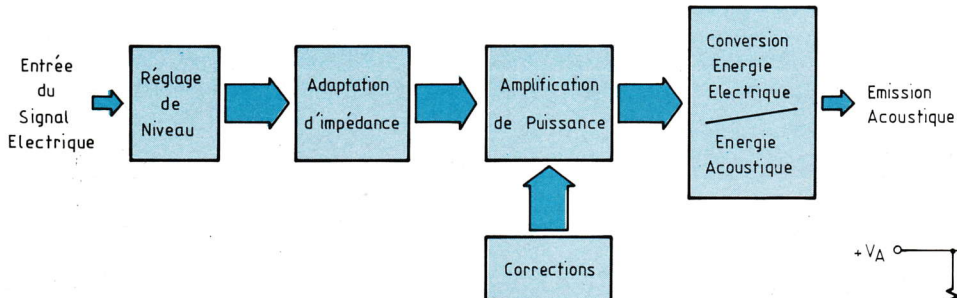

Fig. 1 : Synoptique de l'ampli-Combo.
- l'alimentation et l'ampli-correcteur. Ses dimensions extérieures sont de 270 × 220 × 150 (H×L×P), et il ne nécessite absolument aucun réglage. Il présente une structure simple et assez classique (figure 1) :